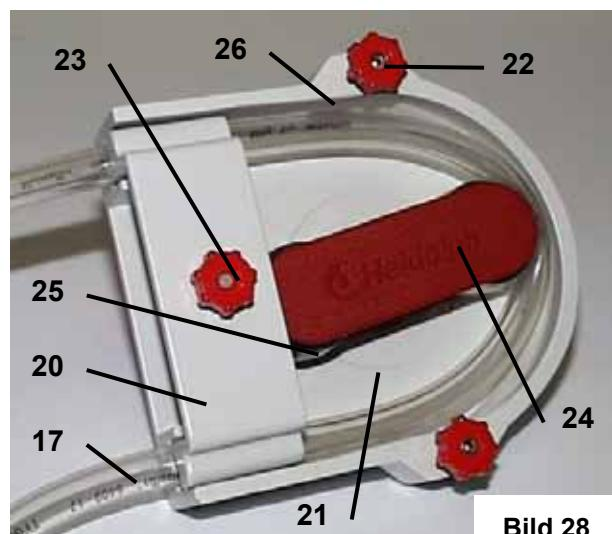

Bild 28
3.5. SP Standard (Bild 28)
- Klemmbügel (20) und Deckel (21) durch Lösen der Rändelmuttern (22 u. 23) entfernen.
- Schlauch (17) in einem 180° Bogen in die Führung einlegen und Rotor (24) von Hand so drehen, dass der Schlauch (17) in den Spalt zwischen den Rollen (25) und der Lauffläche (26) gezogen wird.
- Durch mehrfache Umdrehung des Rotors (24) dafür sorgen, dass der Schlauch durch die ganze Rollenbreite gequetscht wird.
- Klemmbügel (20) und Deckel (21) wieder montieren und während des Festziehens der Rändelmutter (23) beide Schlauchenden mit mäßigem Zug vom Pumpenkopf wegziehen.
- Diese Vorspannung des Schlauches über die Rollen (25) sorgt dafür, dass die Rollen (25) immer mittig über dem Schlauch (17) abrollen und somit einwandfreie Förderung und Dichtigkeit im Stillstand erreicht wird.